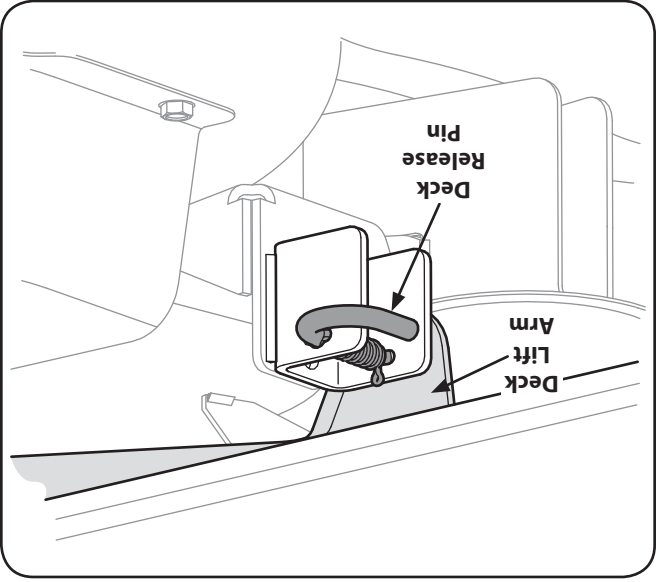

Figure 7-7
7. Localisez les goupilles de soutien de droite et de gauche du plateau de coupe de chaque côté du plateau de coupe. Sortez les goupilles et dégagez les bras de relevage droit et gauche du plateau de coupe. Voir la Figure 7-7.